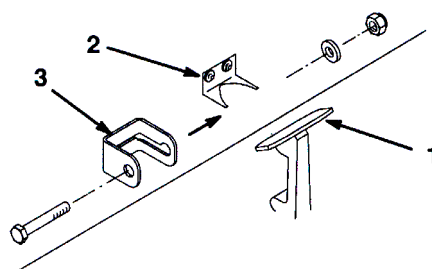

図 8
1. フード・ラッチ・ブラケットからフード・ラッチを外す（図8）。
2. フード・ロックをラッチに合わせて入れる（図8）。
3. フード・ラッチ・ブラケットにラッチを入れる（図8）。
4. ボルト (1/4 x 1-1/2 in) を、フード・ロック・ブラケットを通して挿入し、平ワッシャとロックナットで固定する（図8）。